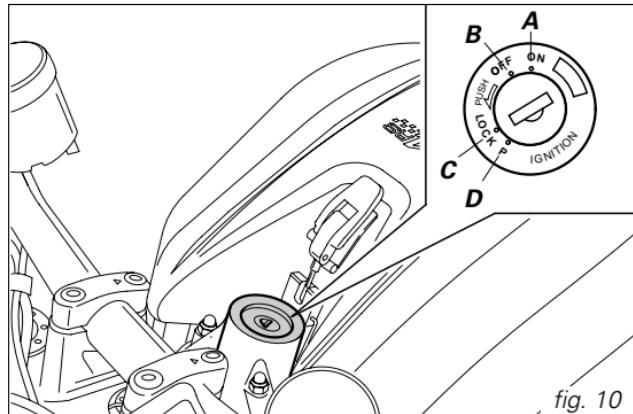

fig. 10
**Interruttore d'accensione e bloccasterzo** (fig. 10)